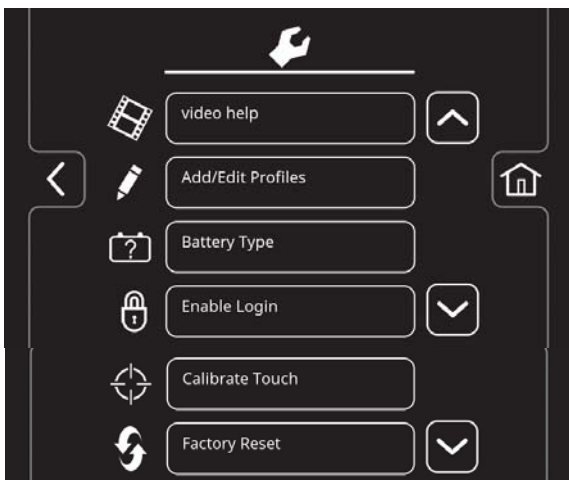

ABB. 155
5. Der Bildschirm der Maschineneinstellungen bietet Zugriff auf das folgende Menü (Abbildung 155).